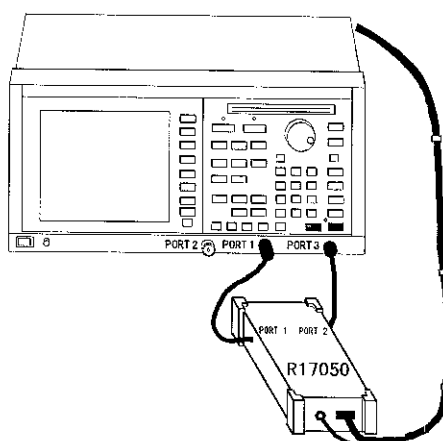

図 2-12 RF ポートの接続
- ⑤ 本器のRFポートと、ネットワーク・アナライザのPORT1, PORT3を接続します (図 2-12 参照)。